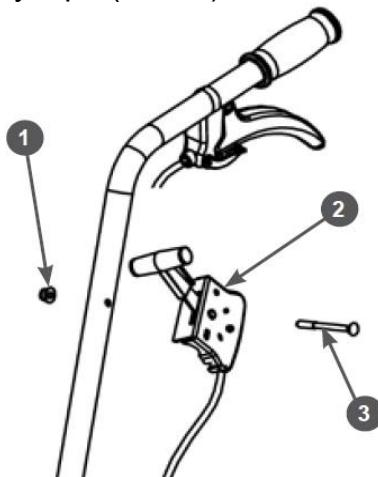

Рис. 7 Установка рычага газа
7. Установите на правую рабочую рукоятку мотокультиватора рычаг газа поз.2 (Рис. 7). Для установки рычага газа выполните следующее: совместите отверстия в рабочей рукоятке и
корпусе рычага газа, вставьте в отверстие болт поз. 3 и закрутите гайку поз.1 до упора (Рис. 7).